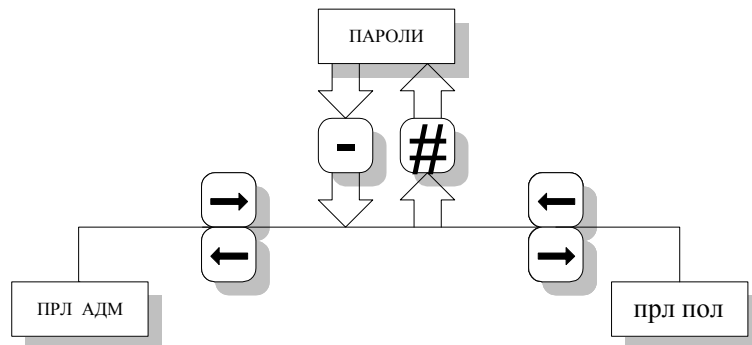

Рис. 18
5.3.15.3.2. После установки профилей доступа в меню “ПАРОЛИ” возможна установка паролей только разрешенных профилей, при разрешении всех профилей доступны два пункта меню (рис.18):